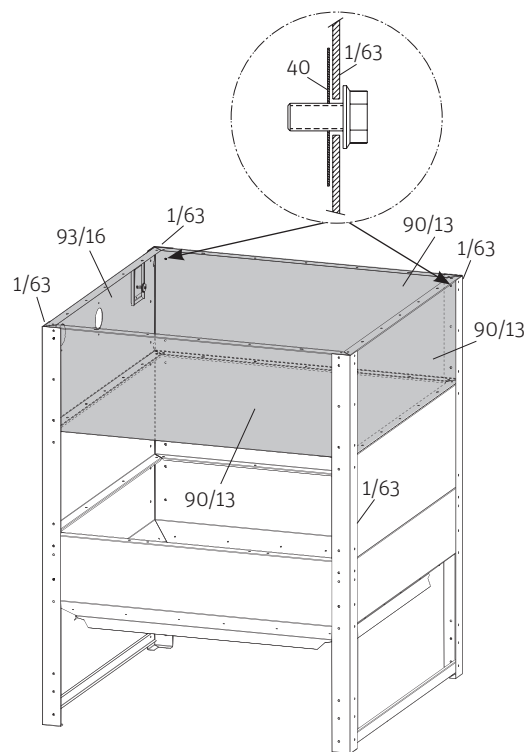

Fig.9 Montaggio 2a fila di pareti laterali
Se il serbatoio si trova a ca. 100 mm dalla parete, non è più possibile inserire le viti inferiori posteriori (distanza insufficiente), per cui, prima del montaggio di queste pareti laterali, fissare le viti al profilo angolare di supporto (1/63) con fermo per vite (40) – Fig. 9.
Montare tutt'intorno la 2a riga di pareti laterali. Avvitare 3 pareti laterali (90/13) e 1 parete laterale per bocchettone di caricamento (93/16) solo ai profili angolari di supporto (1/63) verticali, non ancora orizzontalmente – Fig. 9.